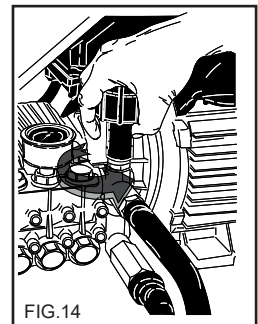

FIG.14
Dette kapitel behandler kun de modeller som er udstyret med "trykregulerende" anordning. Trykregulatoren, fig. 14, giver brugeren mulighed for at indstille arbejdsstrykket. Når knap C drejes mod uret (B) (minimum), nedsættes driftstryk.